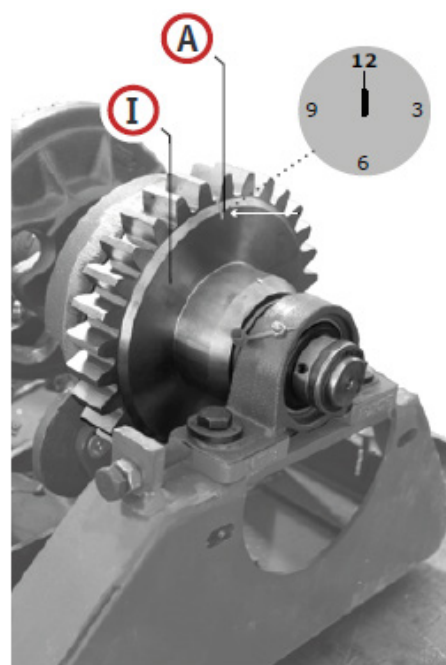

Fig. 14
En caso de que las marcas (A), (B) y (C) no estén claramente visibles, ajuste la marca (A) en el engrane (I) en posición de las 12:00 horas en punto (Fig. 14).